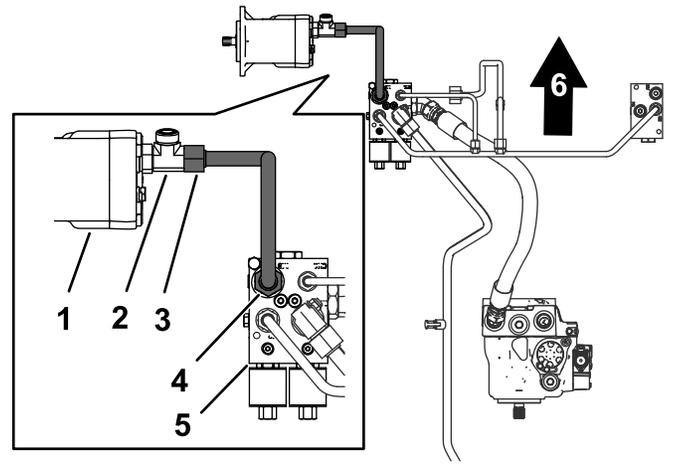

Figura 11
- Alinee las tuercas del tubo del motor de tracción con los acoplamientos del motor de tracción y del distribuidor del divisor de flujo (Figura 11).